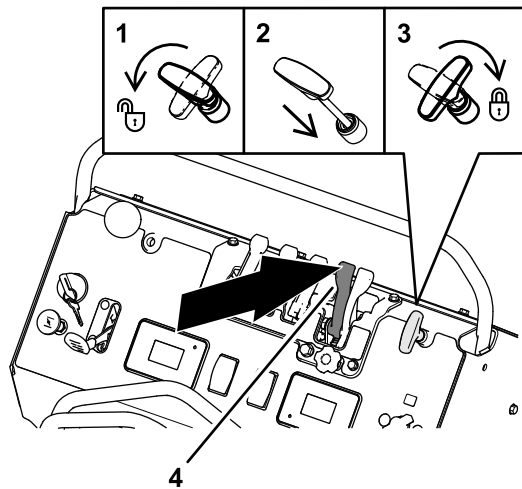

Figura 98
3. Cierre la compuerta del impulsor empujando la palanca de la compuerta de distribución granular densa hacia adelante del todo (Figura 98).
4. Gire la palanca de control del patrón de esparcido en sentido antihorario, presione la palanca hacia abajo, y gire la palanca de control del patrón de esparcido en sentido horario; consulte Figura 98.